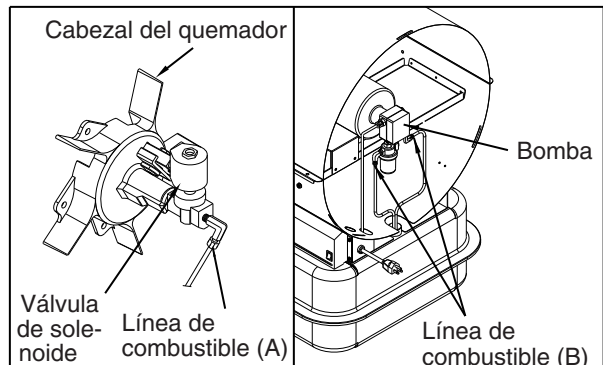

Figura 12. Apriete la Línea de Combustible
- Retire la protección del ventilador(consulte la Figura 12).
- Use una llave de 3/8 pulg. y apriete la línea de combustible (B) en la bomba y en el conjunto del filtro de combustible de la bomba.